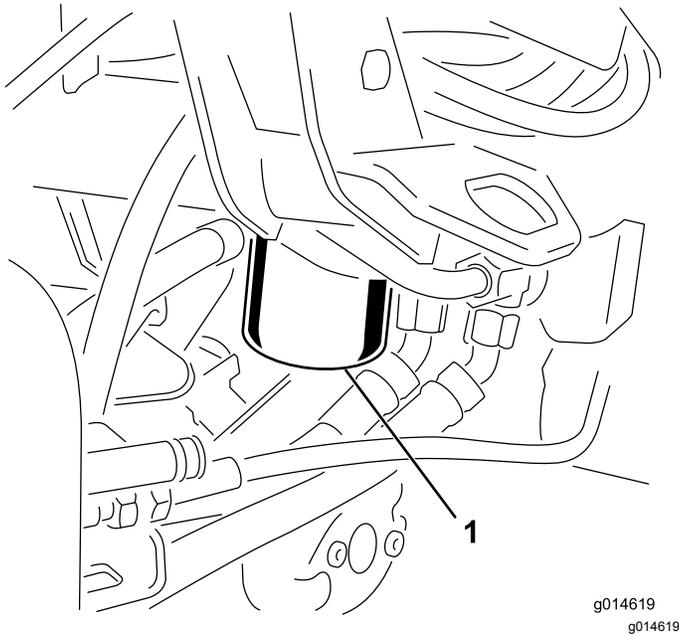

图47
1. 清洁过滤器安装区周围的区域 图47。在过滤器下面放置一个放油盘并拆下过滤器。